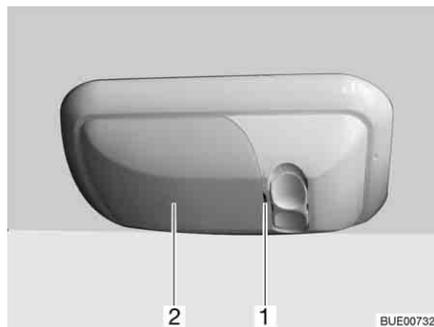

Fig. 207 Lámpara de garaje
- Sacar la tapa (Fig. 207,2) con cuidado, haciendo palanca en la muesca (Fig. 207,1) con una herramienta apropiada (p. ej. destornillador) y retirarla.